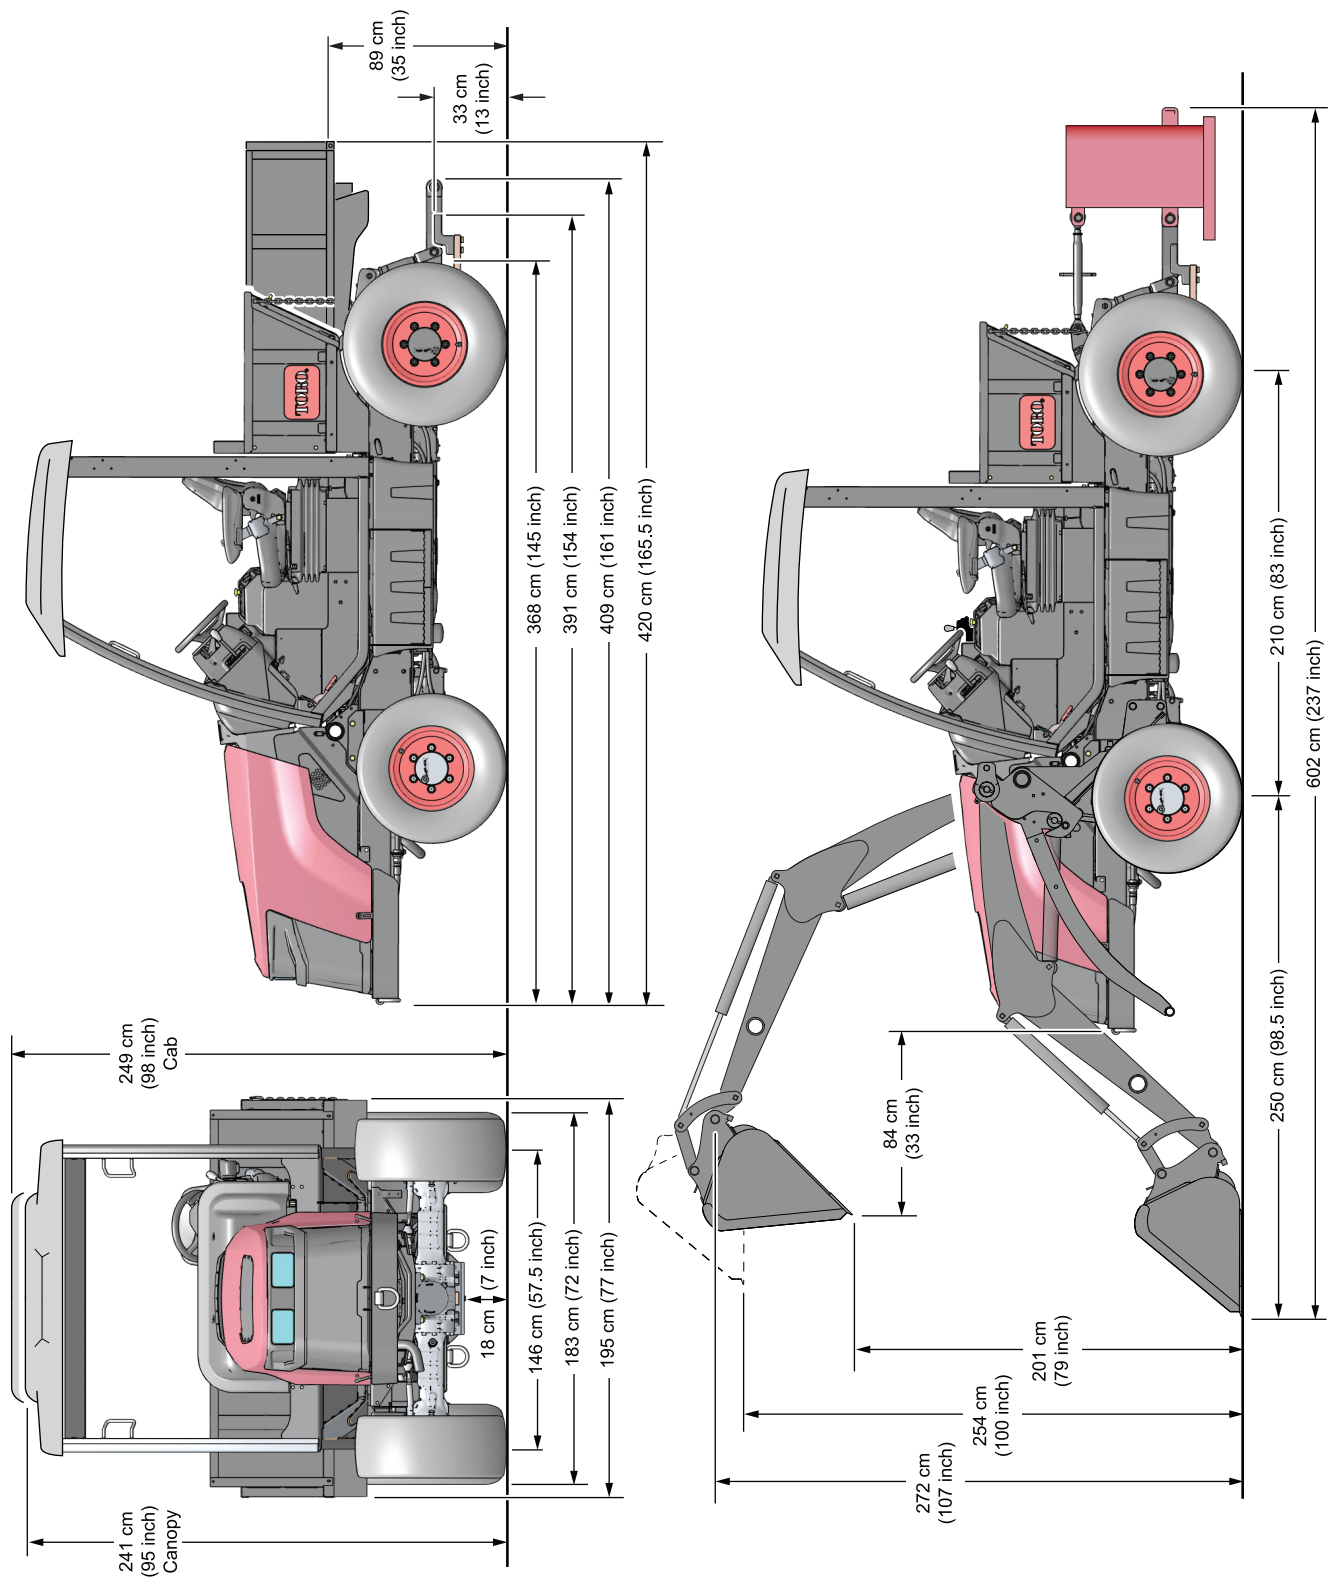

Figure 16
- Voir les dimensions générales de la machine sur la Figure 16.